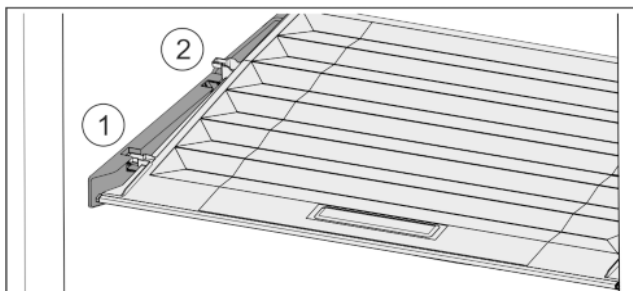

Fig. 32
- ▶ Tõmmake kaant kuni avanemiseni hoidedetailides ettepoole Fig. 32 (1).
- ▶ Tõstke tagant altpoolt üles ja võtke ülespoole ära Fig. 32 (2).